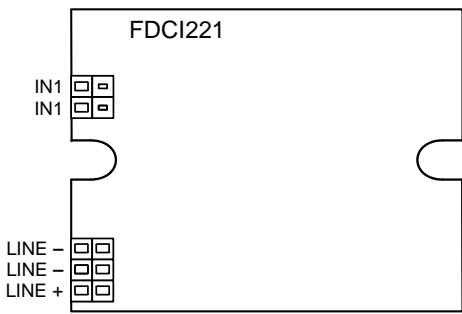
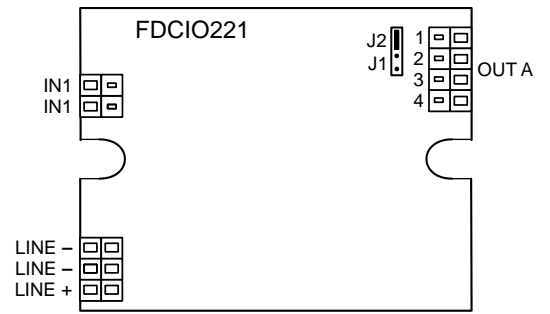

Fig. 13
Fig. 14
1. Connect the cables to the terminals as shown in the connection diagram (Figs. 13 and 14). Refer to the following figures for connection details:
- Schließen Sie die Kabel gemäß dem Anschlussschema an den Klemmen an (Fig. 13 und Fig. 14).